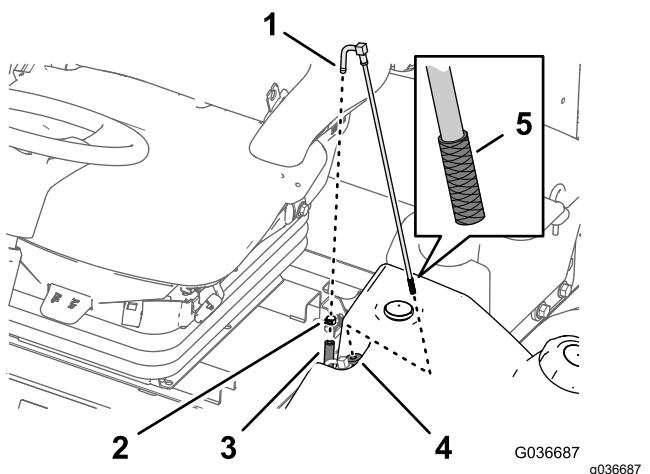

Figura 90
2. Retire la manguera del acoplamiento (Figura 90).
3. Eleve el tubo de aspiración de combustible del depósito de combustible (Figura 90).
4. Limpie cualquier residuo de la rejilla al final del tubo de aspiración de combustible (Figura 90).
5. Inserte el tubo de aspiración de combustible a través del casquillo de goma y en el depósito (Figura 90).
1. Retire la abrazadera que fija la manguera de suministro de combustible al acoplamiento del tubo de aspiración de combustible (Figura 90).